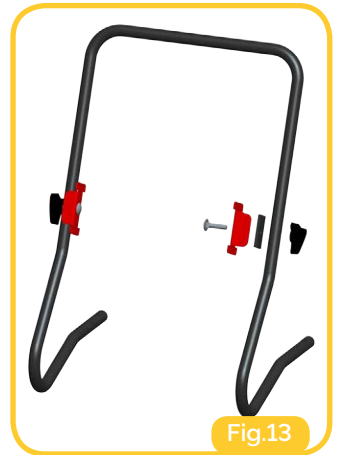

Fig.13
1. Commencer par fixer les étriers et les tampons élastomère sur l'arceau à l'aide des vis  $\varnothing 8 \times 35$  et les poignées (livrés dans le sachet de visserie) comme indiqué ci-contre Fig.13.